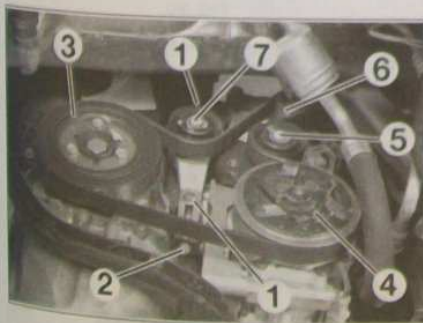

FIG.25
- Desserrer les vis de fixation du galet tendeur (1) (Fig.25).
- Détendre la courroie en desserrant la vis de réglage (2), afin de faire remonter le galet tendeur.
- Mettre en place la courroie en commençant par la poulie de vilebrequin (3) puis celle du compresseur (4), le galet enrouleur (5), celle de l'alternateur (6) et le galet tendeur (7) (Fig.25).
- Prétendre la courroie en agissant sur la vis de réglage (2).
- Agir sur la vis de réglage (2), en la serrant, jusqu'à ce que le contrôleur de tension affiche 120 ± 3 unités.
- Serrer les vis de fixation du galet tendeur (1).